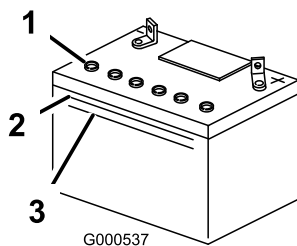

Bild 43
2. Sehen Sie sich die Seite der Batterie an. Der Füllstand muss bis zur oberen Linie reichen (Bild 43). Der Säurestand darf nicht unter die untere Linie (Bild 43).
3. Entfernen Sie die Entlüftungsdeckel von der Batterie (Bild 43).
4. Gießen Sie langsam destilliertes Wasser in jede Batteriezelle, bis der Säurestand die obere Linie (Bild 43) am Batteriegehäuse erreicht.
5. Warten Sie nach dem Füllen der Batteriezellen fünf bis zehn Minuten. Gießen Sie bei Bedarf destilliertes Wasser in jede Batteriezelle, bis der Säurestand die obere Linie (Bild 43) am Batteriegehäuse erreicht.